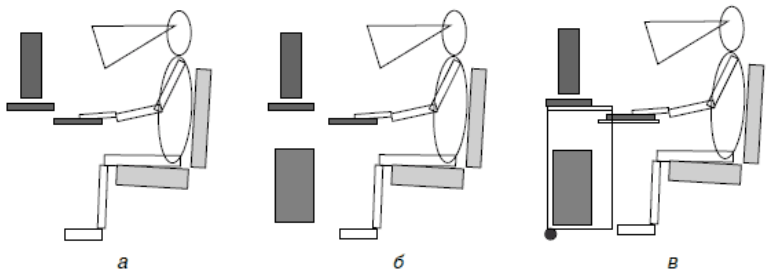

Рис. 1.5. Подгонка габаритов
- Изобразить элементы, положение и размер которых функционально заданы относительно сидящего человека. Клавиатуру нужно расположить под кистью руки, а монитор – на линии нормального взгляда на расстоянии около 60 см от глаз (рис. 1.5, *a*). Размеры объектов удобно устанавливать, вводя точные значения в поля Object(s) Size (Размер объекта) на Property Bar (Панель свойств).
На рисунке видно, что поверхность для установки клавиатуры должна находиться ниже, чем поверхность для установки монитора, поэтому для клавиатуры можно сделать полку, задвигаемую под основную столешницу. Таким образом решается задача минимальной глубины стола в нерабочем положении. Системный блок в таком случае удобно спрятать под стол и расположить вдоль – левая стенка будет обращена вперед, как и требовалось, а лицевая панель обращена вправо, что тоже достаточно удобно (рис. 1.5, б).
го блока и положение основания стола. Необходимо также обозначить колесные опоры, определяющие высоту основания стола над поверхностью пола (рис. 1.5, в). Отдельные объекты проще добавить, пририсовывая их к ранее созданным элементам. Если выполнить команду View → Snap to Objects (Вид → Привязать к объектам), то новые объекты будут «прилипнуть» к уже существующим.